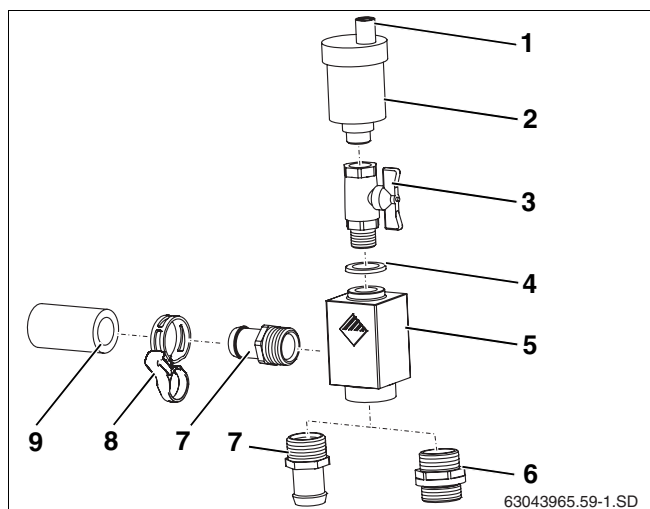

Fig. 55 Kit de purge universel
L'installation solaire est purgée en ouvrant la vis sans tête. Pour empêcher la pénétration d'humidité par la vis sans tête dans l'installation solaire, le capuchon de protection contre les intempéries (fig. 55, **pos. 1**) doit toujours être placé sur la vis sans tête lorsque l'installation est en marche.
**Contenu de livraison du kit de purge universel (fig. 55):**